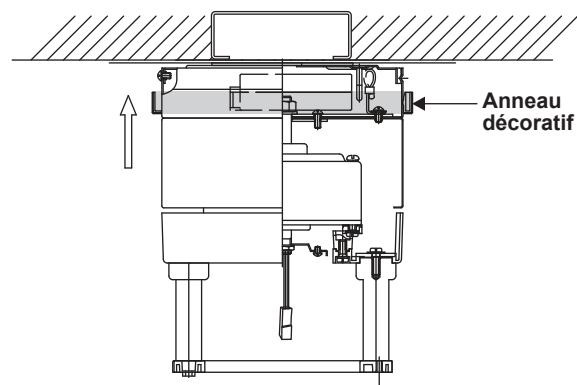

Figure 9
2. Soulevez l'anneau décoratif et alignez les quatre languettes avec les quatre gorges du carter du moteur. Une fois alignées, faites glisser l'anneau décoratif vers le haut au niveau du carter du moteur jusqu'à ce qu'il soit bien ajusté. (Fig. 9)